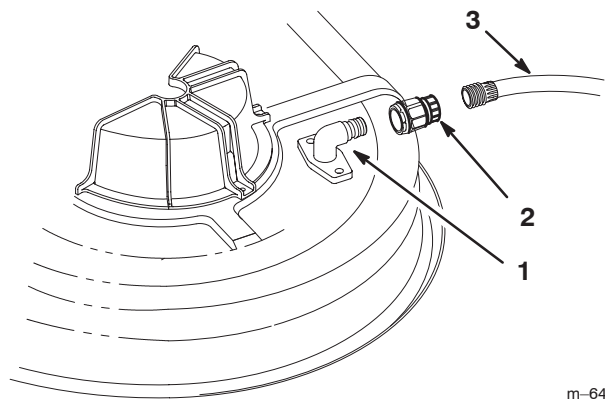

Figure 46
3. Vissez le raccord de lavage à l'embout de lavage du carter de tondeuse et ouvrez l'eau en grand (Fig. 46).